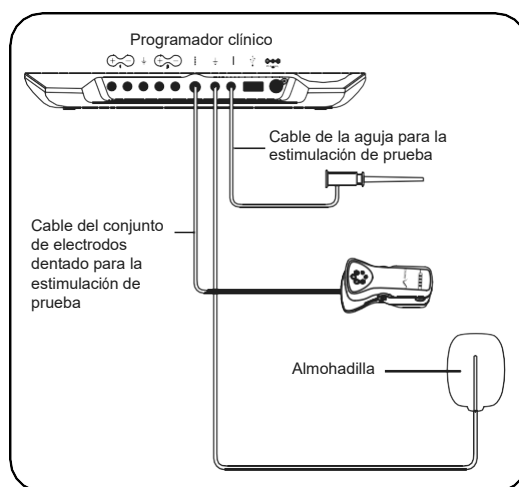

Figura 4: Conexiones de cables al programador clínico para el procedimiento de implantación del conjunto de electrodos.
- e. Inserte la clavija negra en la toma a tierra del programador clínico (⊥) que está junto al cable de la aguja para la estimulación de prueba (Figura 4).
7. Inserte la clavija negra del cable de la aguja para la estimulación de prueba en el programador clínico, fuera del campo estéril (Figura 4). Mantenga el extremo de pinza del cable en el campo estéril.
9. Inserte la clavija gris del cable del conjunto de electrodos dentado para la estimulación de prueba en el programador clínico, fuera del campo estéril (Figura 4). Mantenga el extremo de pinza del cable en el campo estéril.